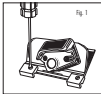

Fig. 1
- 1 Assemble plastic guides onto Model 2000, 3000 or 4000 (Fig. 1).
- 1 Geïntegreer Plastic op Model 2000, 3000 bzw. 4000 montieren (Fig. 1).
- 1 Monte les guides de plastique sur le modèle 2000, 3000 ou 4000 (Fig. 1).
- 1 Incorporare las guías en plástico en modelo 2000, 3000 or 4000 (Fig. 1).
- 1 Stal plastic guidelines samen voor model 2000, 3000 of 4000 (Fig. 1).
- 1 Montare le guide di plastica sulle toglietina modello 2000, 3000 o 4000 (Fig. 1).